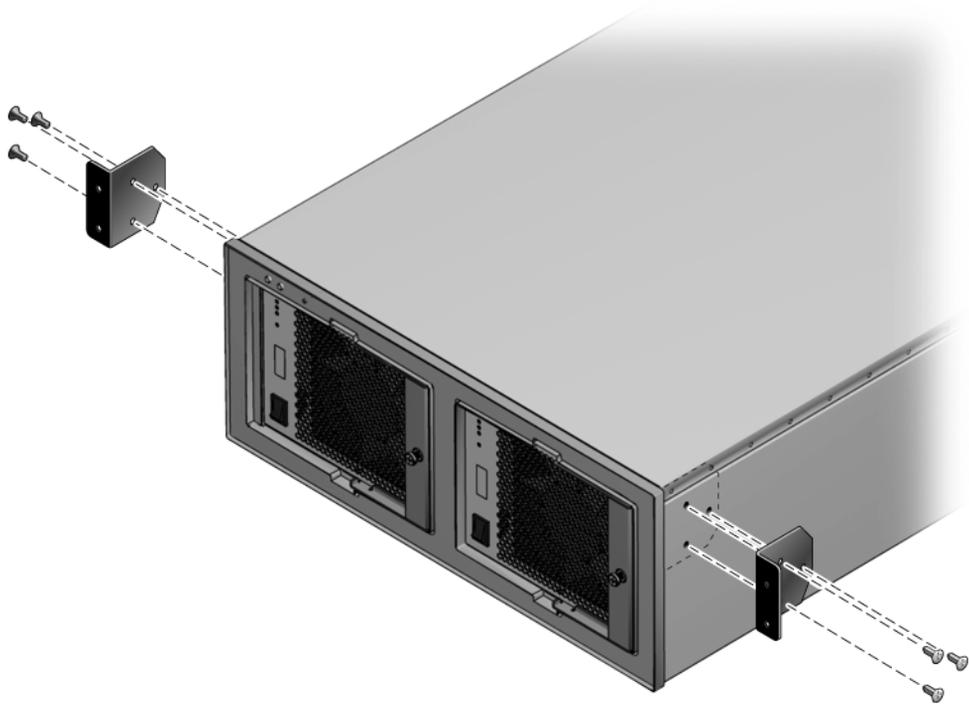

FIGURE 2-8 Installation des supports de verrou du châssis
4. Utilisez des vis cruciformes n° 2 pour fixer les supports de verrou du châssis sur les côtés de l'unité d'extension E/S externe (FIGURE 2-8).